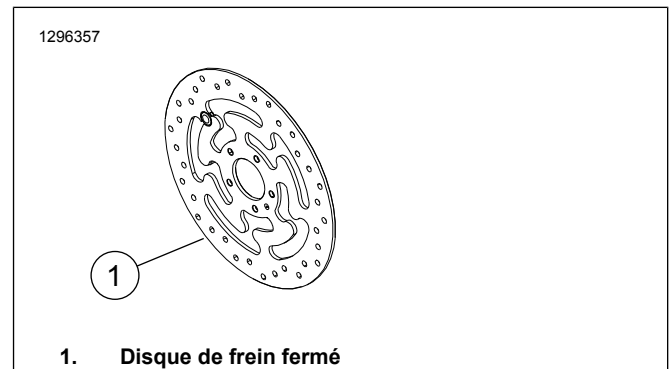

Figure 1. Style de disque de frein avant
- Vis de disque de frein (consultez Figure 1 et Tableau 1)